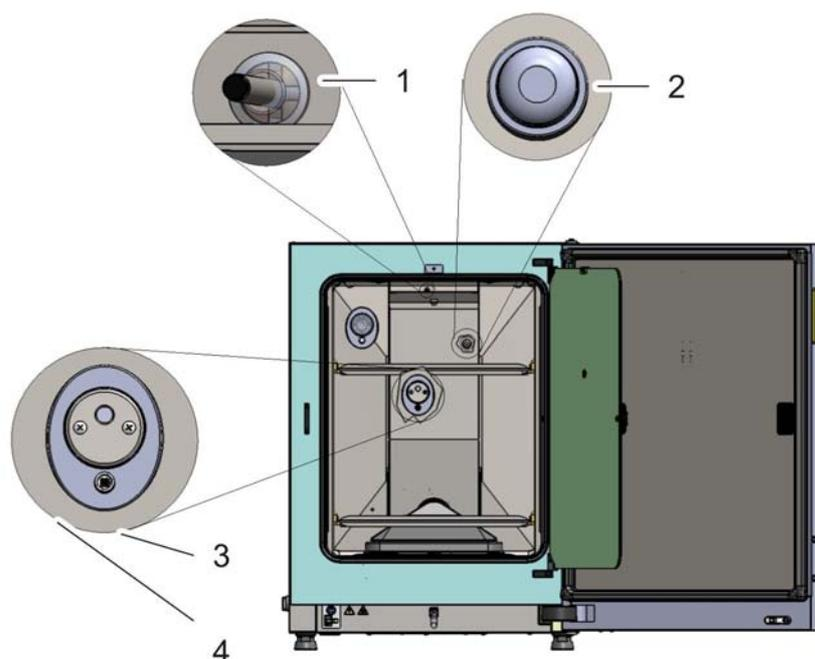

Figura 3-6. Sensores de temperatura, O₂, CO₂ y humedad ambiente
- el sensor para registrar la temperatura en el recinto útil y la vigilancia de la sobret temperatura (1/Figura 3-6).
- el sensor de O₂ (opcional) para la determinación del contenido de O₂ en la atmósfera del recinto útil (2/Figura 3-6).
- el sensor de CO₂ para la determinación del contenido de CO₂ en la atmósfera del recinto útil (3/Figura 3-6).
- Sensor HR para captar la humedad ambiente en la atmósfera del recinto útil (4/Figura 3-6).